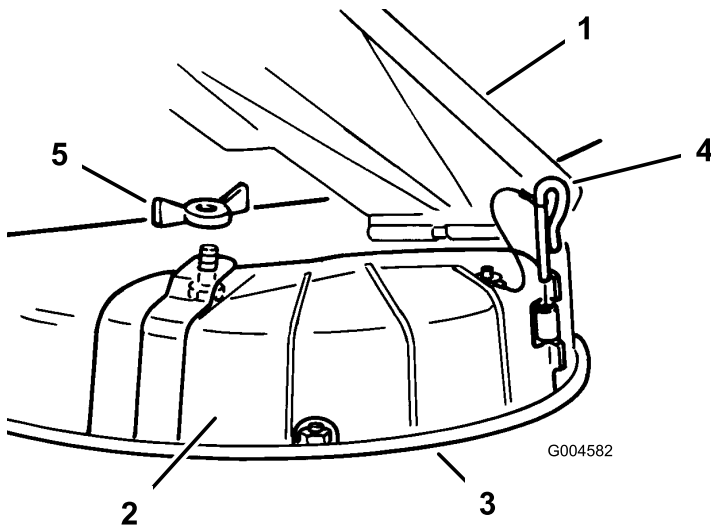

Figura 22
3. Togliete il dado ad alette e il bullone di posizionamento del coperchio (Figura 22).
4. Rimuovete il perno della cerniera che fissa il coperchio al piatto (Figura 22).
di taglio ed inseritelo sulla parte anteriore della cerniera (Figura 22).
4. Fate scorrere il perno di cerniera sulla cerniera (Figura 22).
5. Fissate il coperchio di scarico al tosaerba con il dado ad alette (Figura 22).